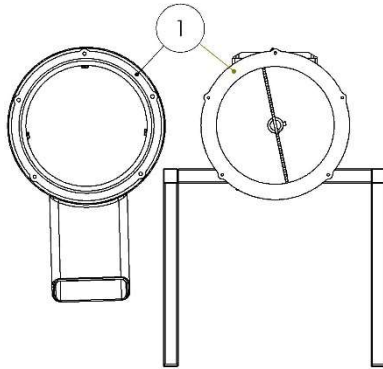

Fig. 1
- 1) Убедитесь, что поверхности дробильной камеры и монтажной пластины чистые и неповрежденные. Рисунок 1.